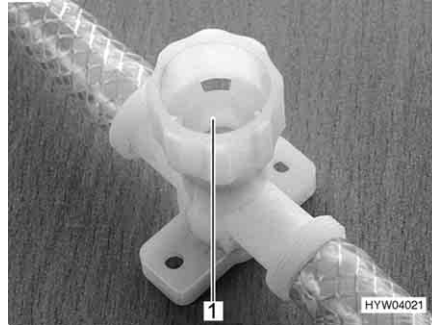

Fig. 144 Rubinetto di scarico per scaldacqua
- Chiudere tutti i rubinetti di scarico. A tal fine ruotare i coperchi (Fig. 144,1) in senso orario.
- Aprire tutti i rubinetti di scarico dello scaldacqua. A tal fine ruotare i coperchi (Fig. 144,1) in senso antiorario.